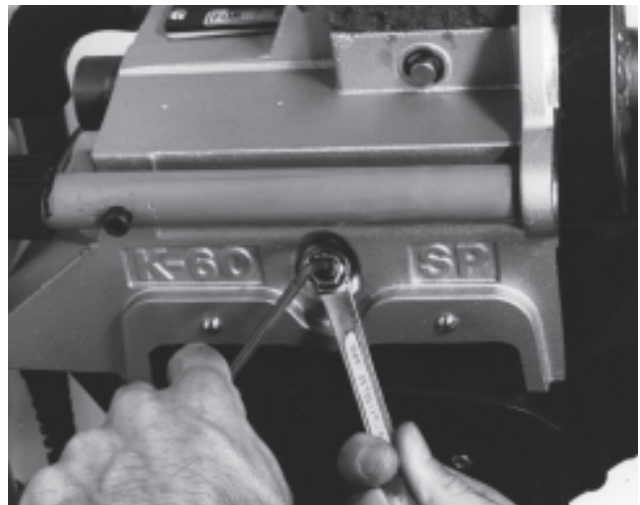

Figura 14 – Apriete la tuerca de inmovilización
7. Mientras sostiene el tornillo de retención con la llave hexagonal de $\frac{3}{16}$ pulgada, apriete la tuerca de inmovilización (Figura 14).